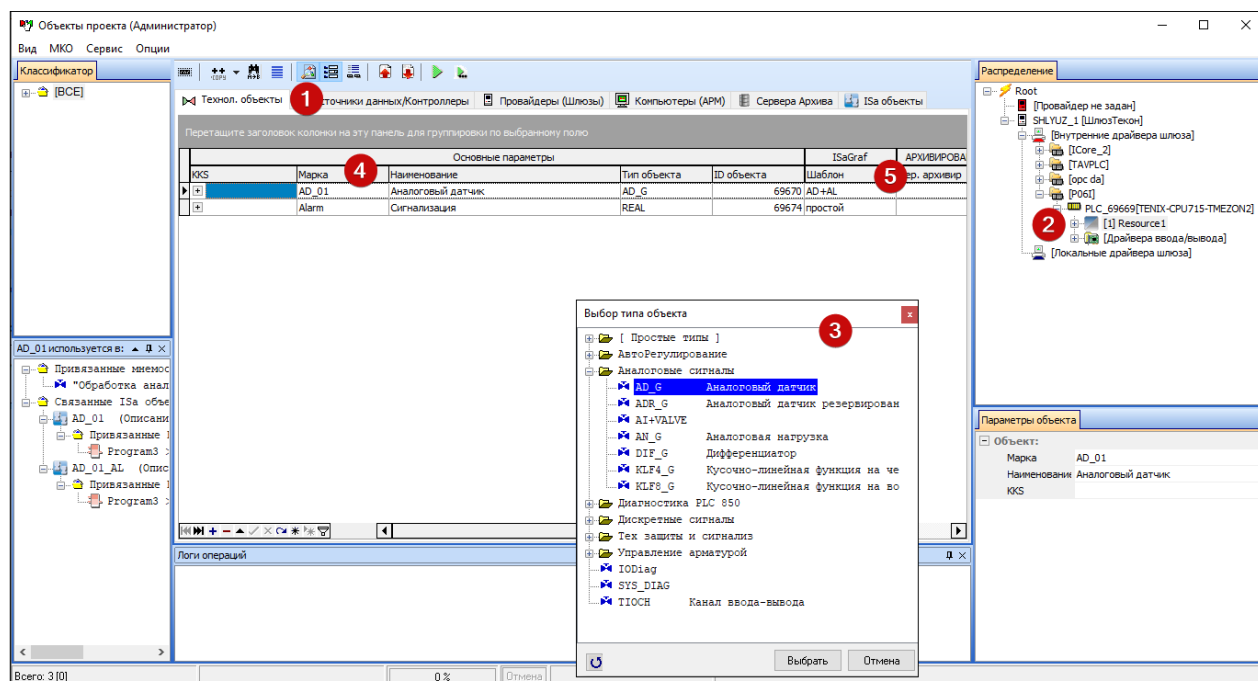

Рисунок 9.1. Добавление технологического объекта
- 2) Перейдите на вкладку "Технол. объекты" (рис. 9.1 [1]).
- 3) Выберите в дополнительном окне "Распределение" нужный ресурс (рис. 9.1 [2]).
- 4) Нажмите **+** в нижней части таблицы "Технол. объекты" и в открывшемся окне "Выбор типа объекта" выберите нужный тип объекта (рис. 9.1 [3]). В нашем случае - это Аналоговый датчик.
- 5) Задайте уникальные параметры объекта (рис. 9.1 [4]) и выберите шаблон (рис. 9.1 [5]). В зависимости от шаблона, может меняться задача, которую требуется решить с использованием данного объекта (см. раздел Создание и редактирование типов).